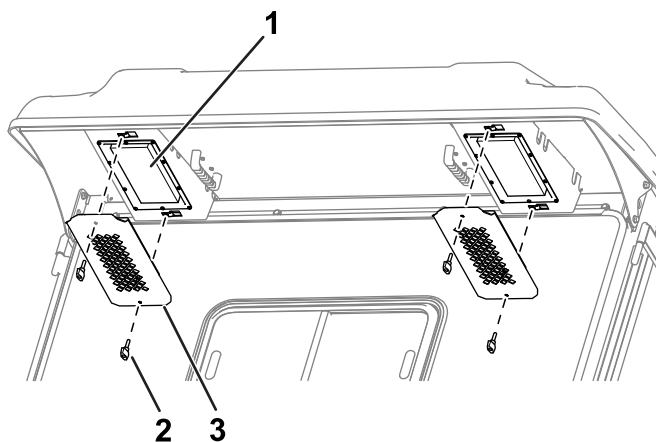

Figura 87
1. Îndepărtați butoanele i grătarele de pe elementele de joasă înălțime din spate (**Figura 87**).
4. Utilizai butoanele și grătarele pentru a monta filtrele în cabină (Figura 87).